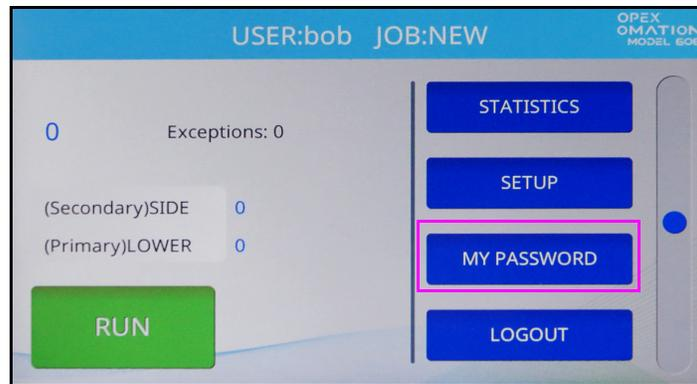

図 5-15 : メイン画面 - マイパスワードを選択
1. ログイン後、メイン画面の **MY PASSWORD** を押して（図 5-15）、現在選択されているユーザーのパスワードを変更します。